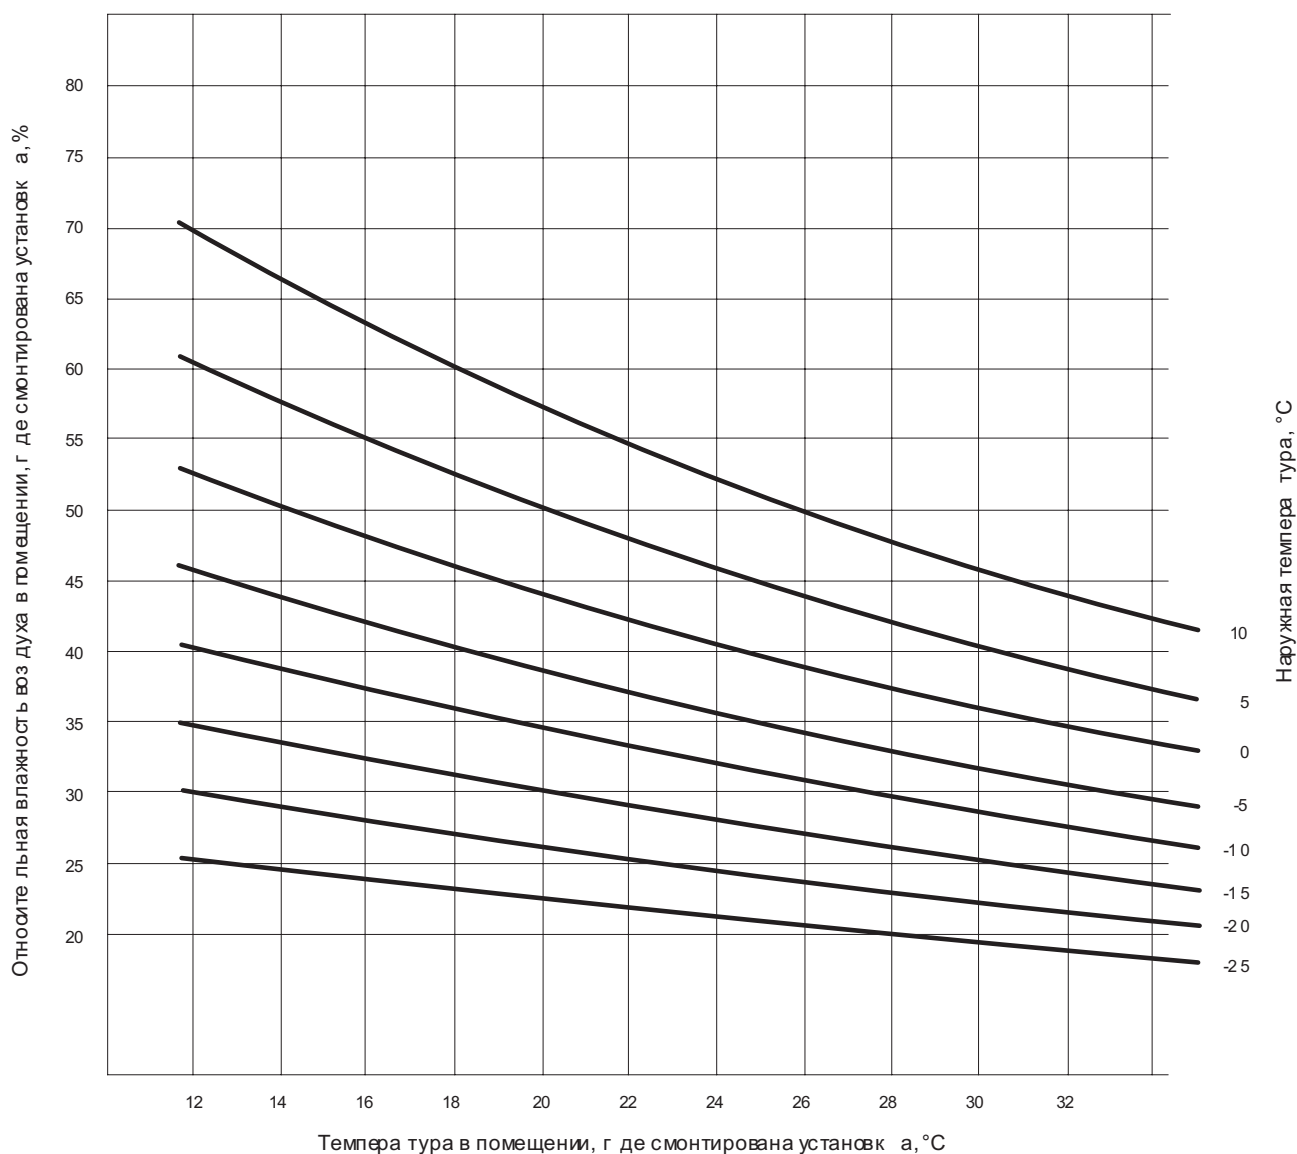

Рисунок 5 - График образования конденсата
- 2.1.5 Если вентиляционная установка находится во влажном помещении, на внешних стенках установки может образовываться конденсат (Рисунок 5)